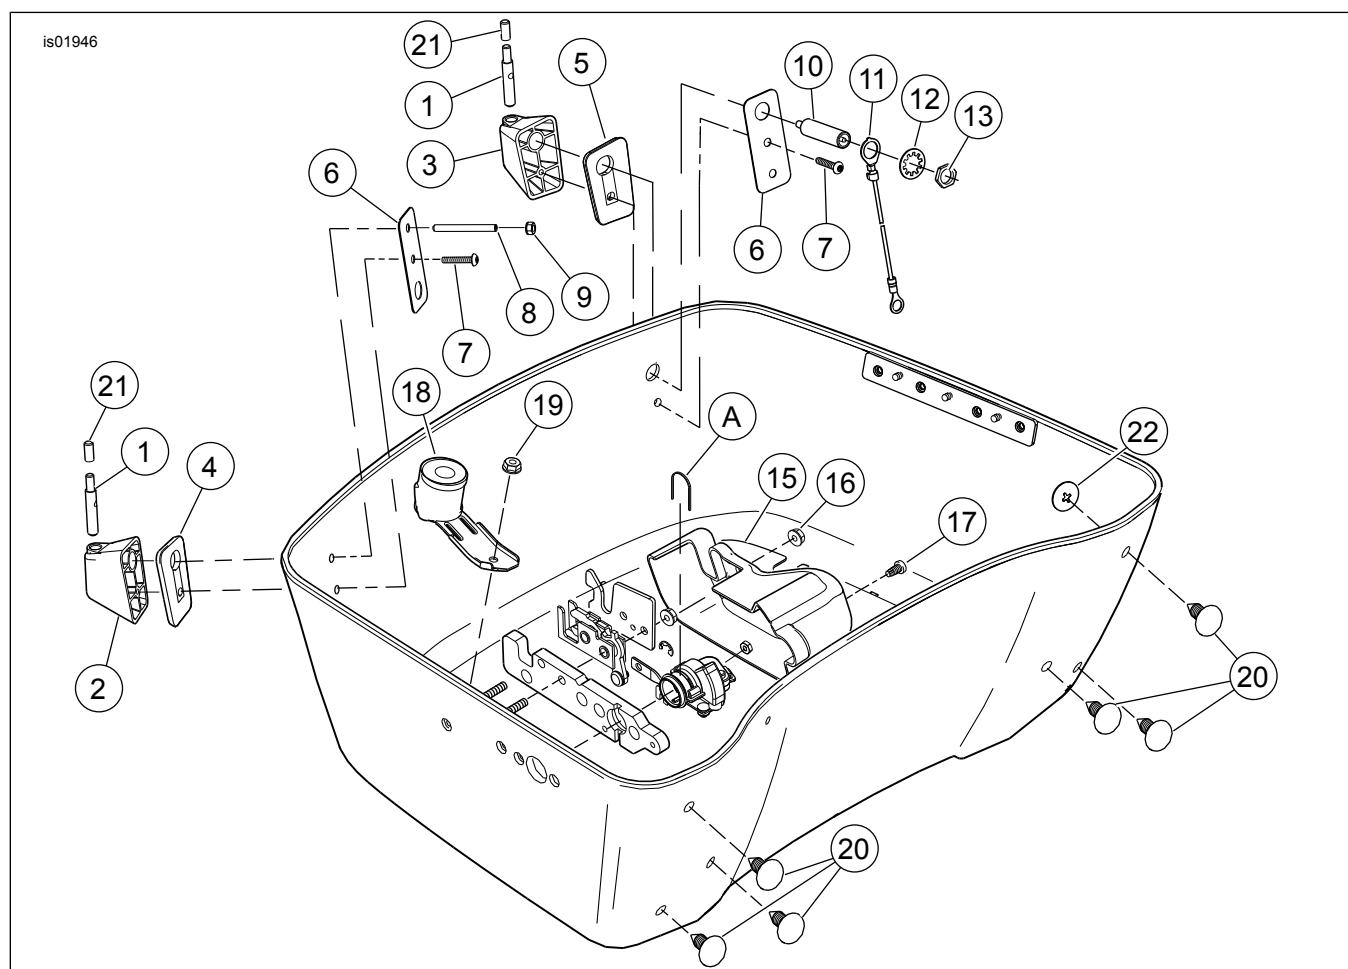

Figure 6. Pièces détachées pour le kit d'installation de Tour-Pak (en bas)
13. Voir la Figure 6. Installer six bouchons de trou (20) dans les six trous sur l'avant du Tour-Pak comme indiqué, puis installer six rondelles de retenue (22) sur les extrémités des bouchons de trou.